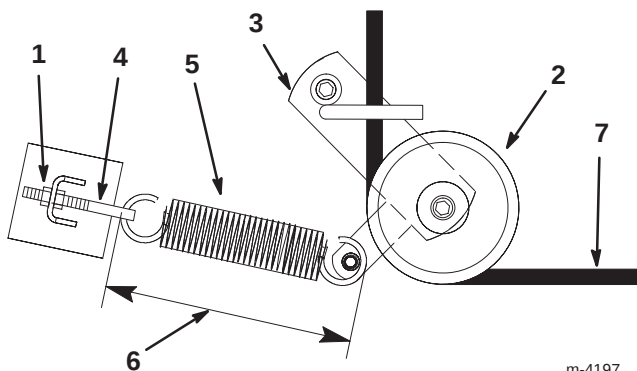

Figure 61
4. Desserrez l'écrou extérieur sur le boulon à œil du ressort (Fig. 61).
6. Déposez la poulie de tension rappelée par ressort (Fig. 61).
7. Faites passer la courroie neuve dans le bras de tension (Fig. 61).
9. Serrez l'écrou extérieur sur le boulon à œil du ressort (Fig. 61).
Remarque : Vérifiez la longueur du ressort. Il doit mesurer $238 \text{ mm} \pm 3 \text{ mm}$ une fois en place. Procédez à un réglage si la longueur n'est pas correcte (Fig. 61).